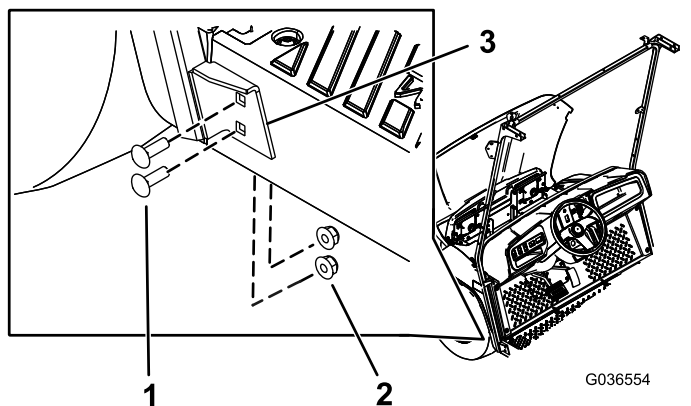

**Рисунок 25**
3. Прикрепите средний кронштейн левой и правой опор ветрового стекла к машине с помощью 2 болтов с шестигранными фланцевыми головками (5/16 x 1 дюйм) и 2 гаек (5/16 дюйма), используя просверленные вами отверстия (Рисунок 25).